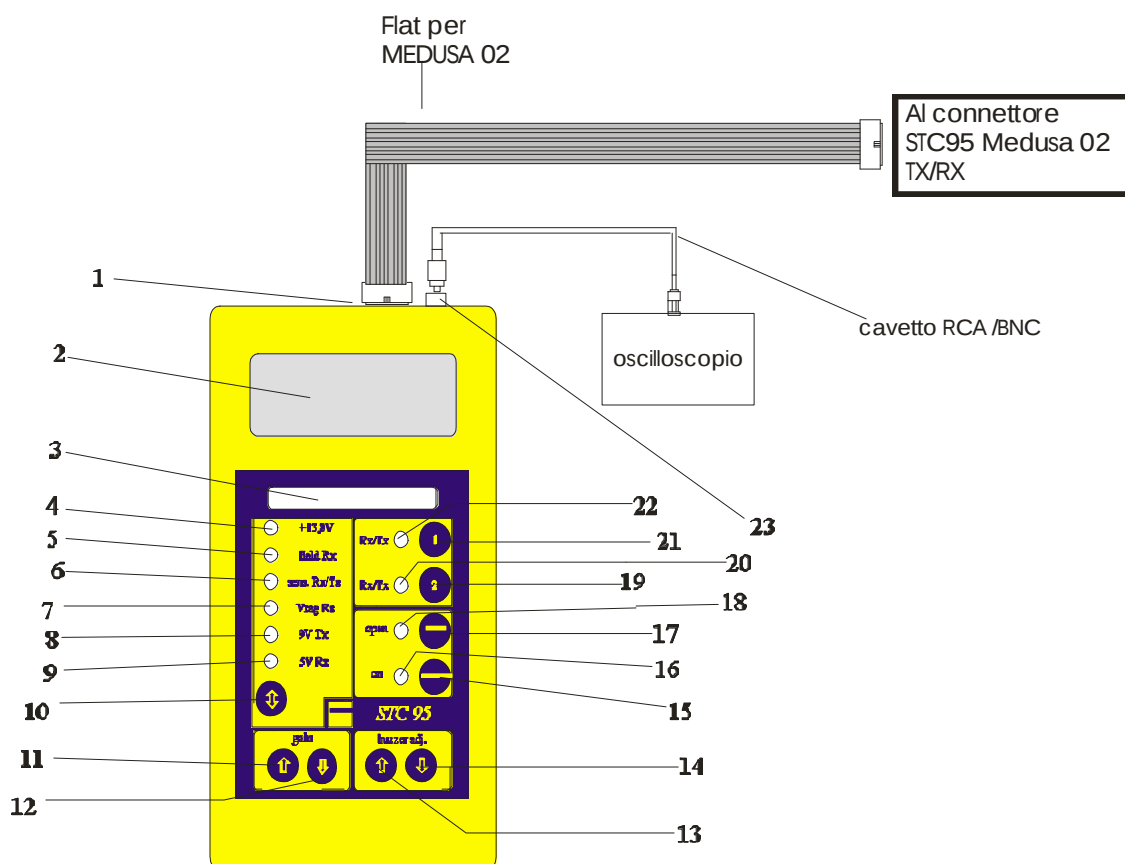

Fig 1
- Verificare il corretto funzionamento del trasmettitore tramite lo strumento STC 95. (Per la legenda dei leds e dei tasti vedere la fig. 1)